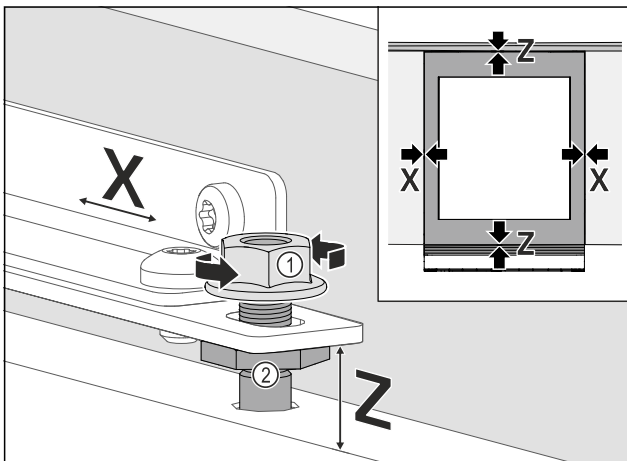

Fig. 106
- Nivelimi i derës së mobilies anash: Lironi kundërdadon Fig. 106 (1), shtyni derën e mobilies në drejtimin X.
- Shtrëngoni kundërdadot Fig. 106 (1).
- Nivelimi i derës së mobilies në lartësinë Z dhe në pjerrësinë anësore: Regjistroni bulonat e rregullimit Fig. 106 (2).